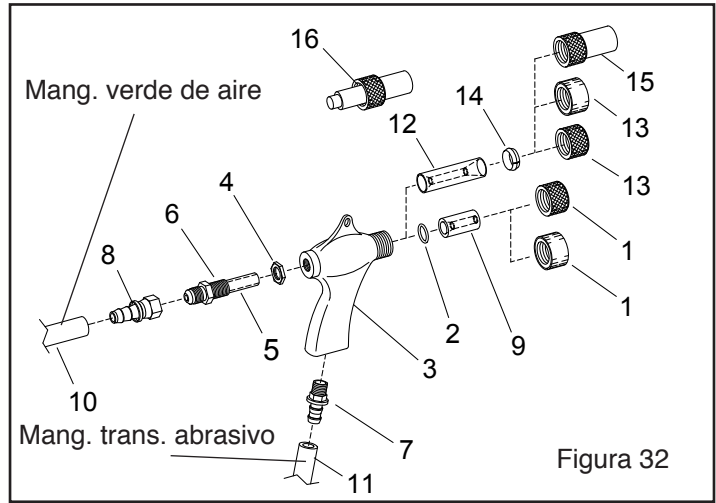

Figura 32
9.3 Ensamble de Pistola BNP y Alimentación Figura 32